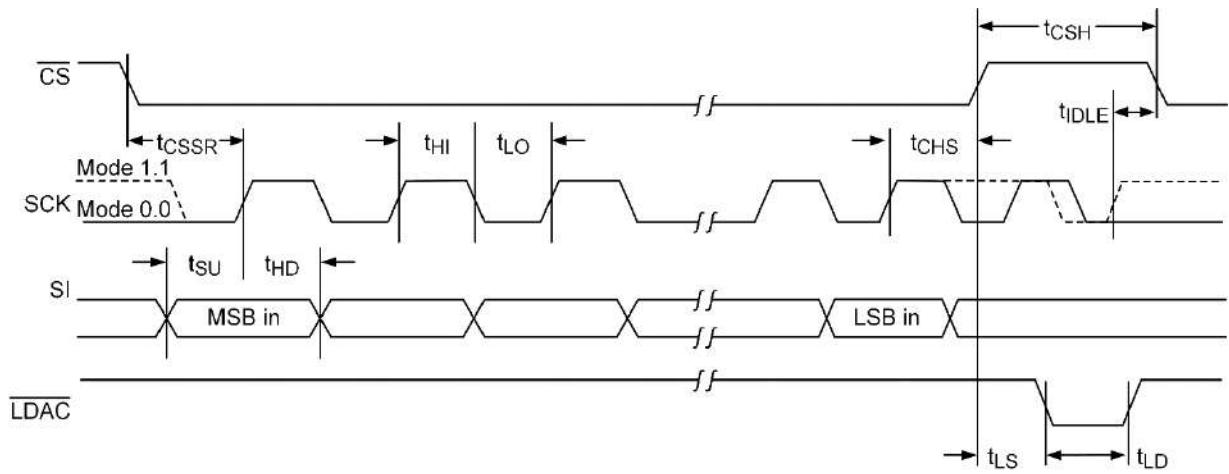

Рисунок 3.4.13 – Тимчасові діаграми роботи інтерфейсу SPI
- 6) почати передачу пакета даних у циклі зі зсувом вліво. При передачі послідовно виставляти дані, затримки і строб відповідно до тимчасової діаграми на рис. 3.4.13.